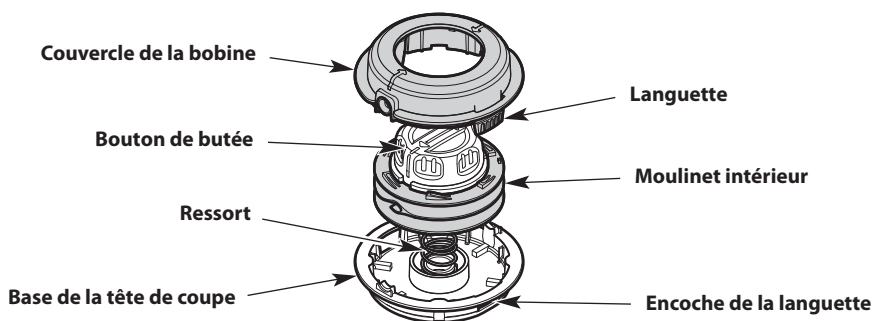

Fig. 26
- d. Enlevez le couvercle de la bobine (Fig. 26). **N'enlevez PAS** le ressort de la base de la tête de coupe (Fig. 26).
- e. Poussez le bouton à travers le couvercle de la bobine (Fig. 26). Si les œillets se détachent, réinsérez-les dans le couvercle de la bobine.
**REMARQUE : NE séparez PAS** le bouton de la bobine interne (Fig. 26).
- g. Utilisez un chiffon propre pour nettoyer la bobine interne, la base de la tête de coupe et le couvercle de la bobine (Fig. 26).
- h. Insérez le bouton et la bobine interne dans le couvercle de la bobine (Fig. 26).
- i. Alignez les languettes du couvercle de la bobine avec les encoches pour languettes situées à la base de la tête de coupe (Fig. 26). Poussez le couvercle de la bobine sur la base de la tête de coupe jusqu'à ce que les languettes s'enclenchent correctement.